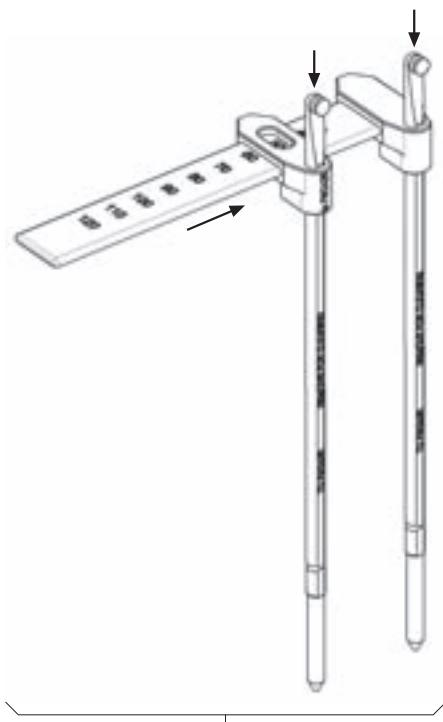

Fig. 17
- ▶ Montare il misuratore lunghezza barre 11, vedere Fig. 17.